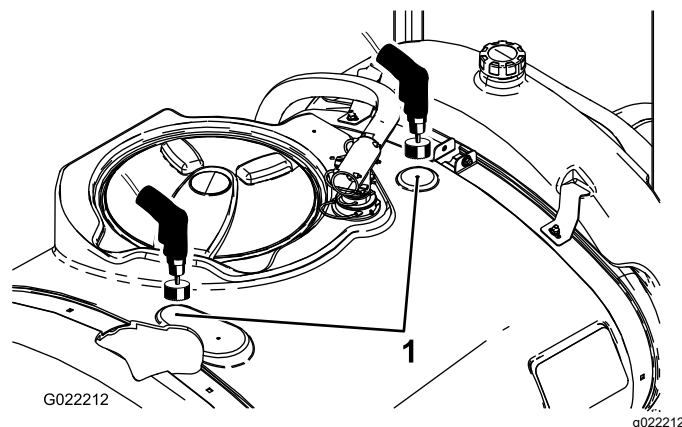

Figure 3
2. Localisez les deux emplacements de perçage repérés sur la cuve principale (Figure 3).